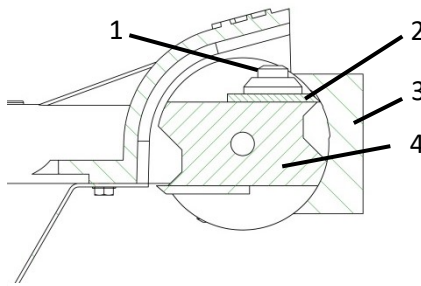

Fig. 11 Stille inn kniv
- > Løsne knivskruen (1 – fig. 11).
- > Skyv kniven (2 – fig. 11) helt bakover.
- > Legg knivmalen (3 – fig. 11) på valsen (4 – fig. 11), slik at denne ligger opp mot og ned mot valsen oppleggsflater.